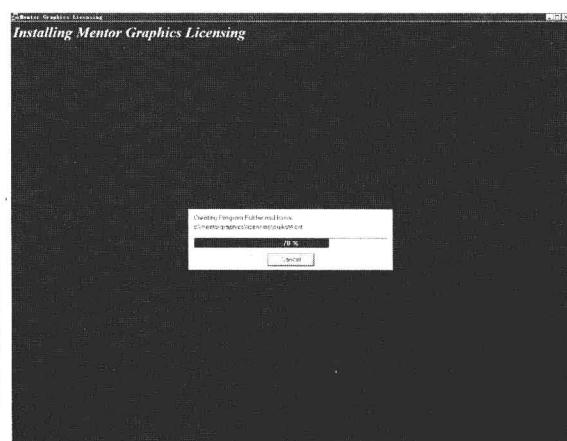

图 1-4 安装进度显示对话框
④ 单击 按钮，会弹出安装进度显示对话框，如图 1-4 所示。